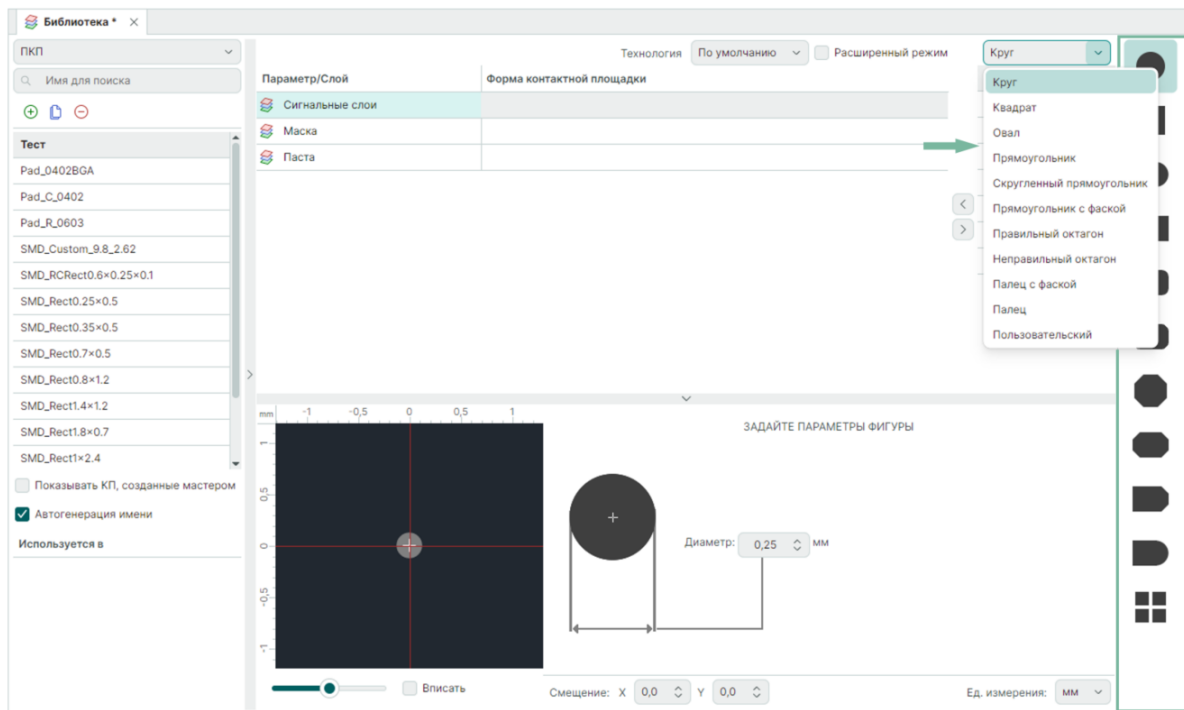

Рис. 43 Выбор фигуры для контактной площадки на слое
2. Выберите необходимый тип фигуры из перечня в правой части окна или воспользуйтесь выпадающим списком, см. Рис. 43.